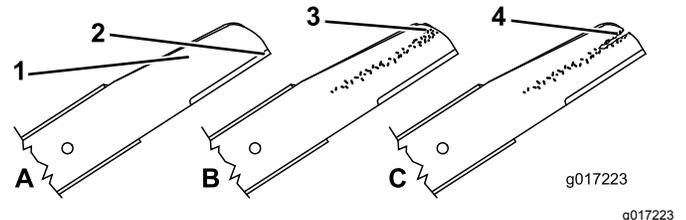

Figura 36
1. Inspeccione as extremidades de corte (Figura 36). Se as extremidades não estiverem afiadas ou estiverem amolgadas, retire e afie as lâminas.
2. Inspeccione as lâminas, especialmente a área curva (Figura 36). Se verificar qualquer dano, desgaste ou a formação de ranhuras nesta área, substitua imediatamente por lâminas novas.